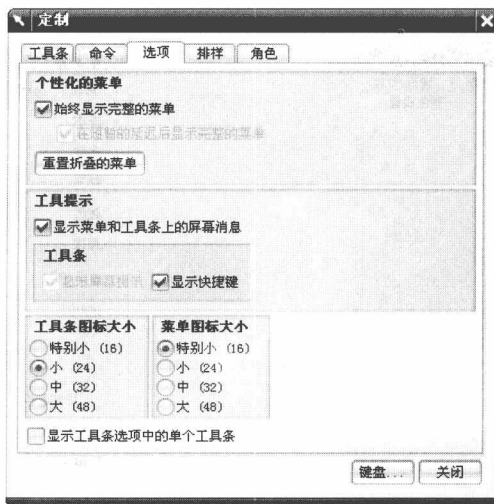

图 1.14 个性化设置“菜单”和“工具条”
(3) 打开“选项”选项卡，在对话框的上半部分可以设定菜单的显示方式及提示功能，在对话框的下半部分可以设置工具条和菜单图标的大小，如图 1.14 所示。